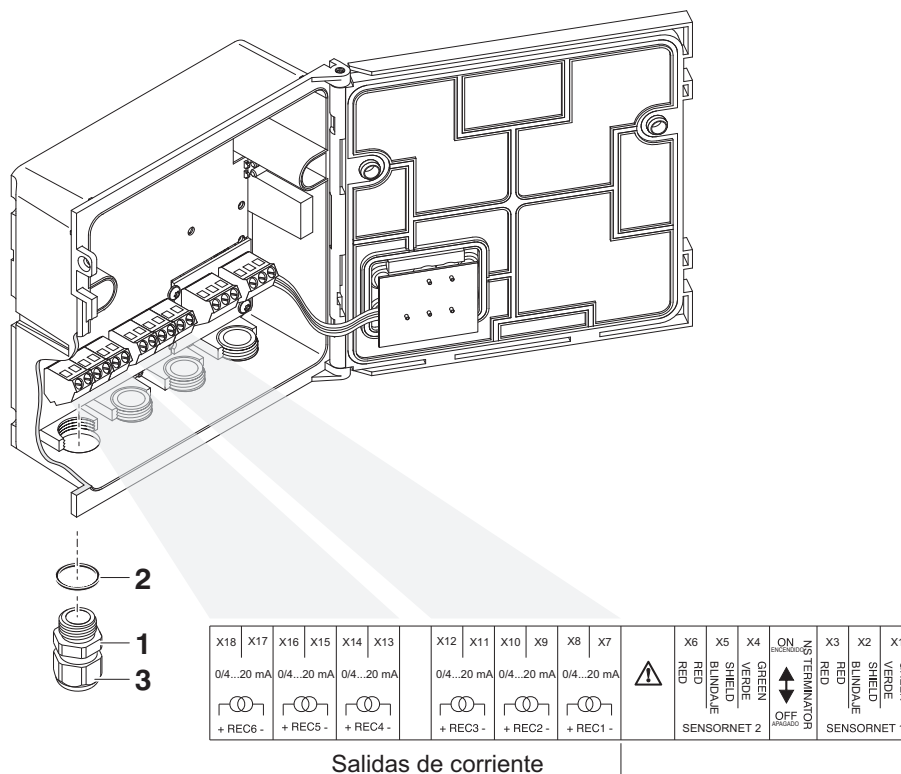

Fig. 3-1 Regleta de terminales con las conexiones de corriente
- 3 Enrosque el casquillo prensacables (pos. 1 en Fig. 3-1) con el anillo de estanqueidad (pos. 2) en la carcasa del módulo.
- 4 Afloje el anillo de acoplamiento (pos. 3 en Fig. 3-1).
- 7 Apriete el anillo de acoplamiento (pos. 3 en Fig. 3-1).